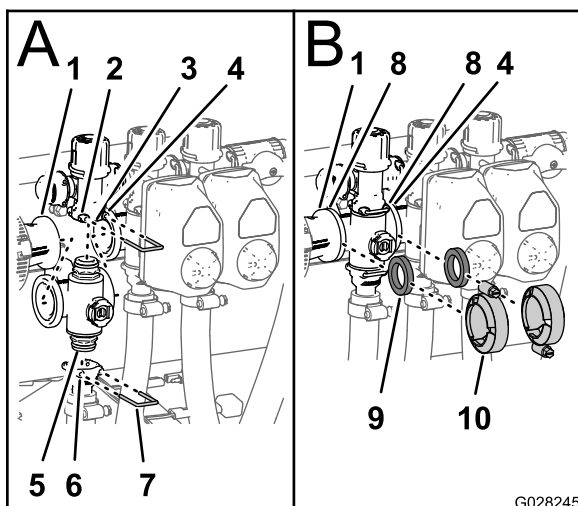

Figura 104
- Inserite il raccordo del tappo terminale superiore della valvola del collettore nel raccordo di bypass (A di Figura 104).
- Fissate il raccordo del tappo terminale al raccordo di bypass inserendo un fermo nella presa del raccordo di bypass (A di Figura 104).
- Montate il raccordo di uscita sul raccordo del tappo terminale interiore della valvola del collettore (A di Figura 104).
- Fissate il raccordo del tappo terminale al raccordo di uscita inserendo un fermo nella presa del raccordo di uscita (A di Figura 104).
- Allineate guarnizione tra le flange del giunto del riduttore e il collettore della valvola di sezione (B di Figura 104).
- Montate il giunto del riduttore, la guarnizione e il collettore della valvola di sezione con un morsetto e serrate manualmente (B di Figura 104).
- In caso di montaggio delle 2 valvole di sezione più a sinistra, allineate guarnizione tra le flange dei 2 collettori delle valvole di sezione adiacenti (B di Figura 104).
- Montate i 2 collettori delle valvole di sezione adiacenti e la guarnizione con un morsetto e serrate manualmente (B di Figura 104).